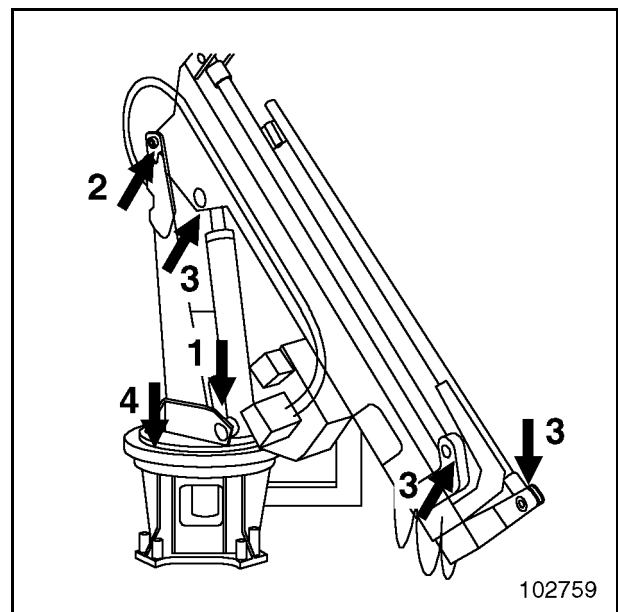

Fig. 3-153
- Regelmäßig und bei Bedarf alle Lager abschmieren und den Drehkranz mit einem Graphitspray einsprühen (Fig. 3-153)